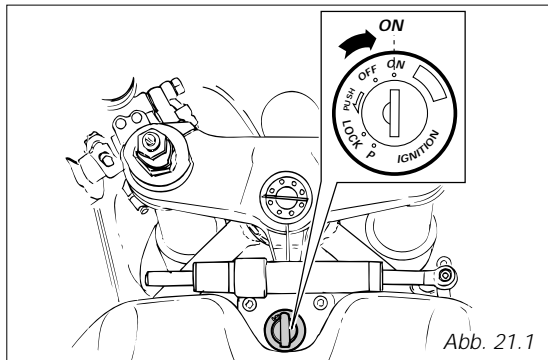

Abb. 21.1
1) Den Zündschalter auf die Angabe **ON** (Abb. 21.1) drehen und dabei prüfen, ob die grüne Kontrollleuchte **N** und die rote Öldruckkontrolleuchte  auf dem Instrumentenbrett aufleuchten.